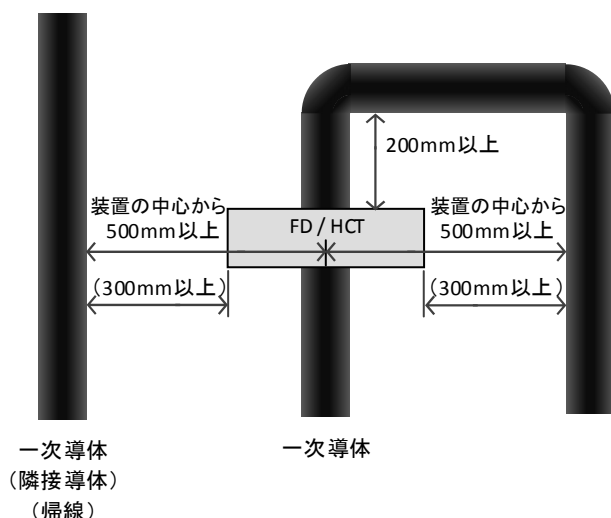

図 27. 隣接導体および帰線との離隔距離推奨値
- (2) 一次導体の正電流方向と装置側面に表示されている「電流方向」矢印を合わせて取り付けして下さい (図 27)。
- (3) FD および HCT と周囲の導体は絶縁上十分な離隔をとって設置して下さい。一次導体が電流検出器の貫通穴側面に触れないように設置して下さい。
- (4) 装置の精度を保証するための離隔距離推奨値を図 27 に示します。